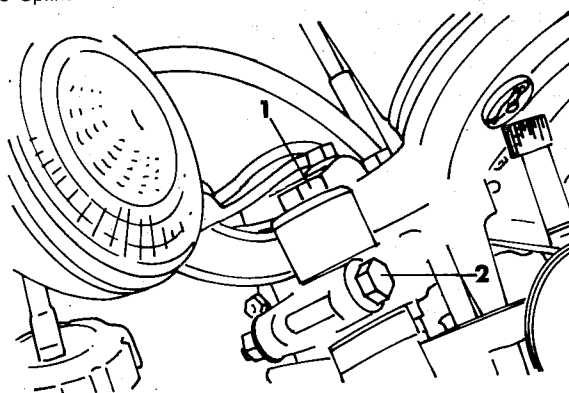

Bild 18
- Die Klemmschraube (2) lösen und die Hutschraube (1) aus dem inneren Gabelbeinrohr ausdrehen (Bild 18).